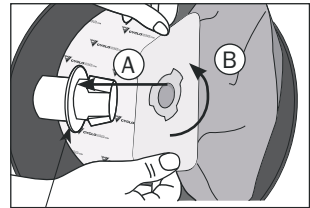

figura 18
4. Inserte la bolsa hasta el manguito de retención para garantizar la estanquidad (**figura 18-A**). Gire la bolsa a 20° (**figura 18 -B**) asegurándose de que las muescas de la bolsa ya no están alineadas con las puntas del adaptador.